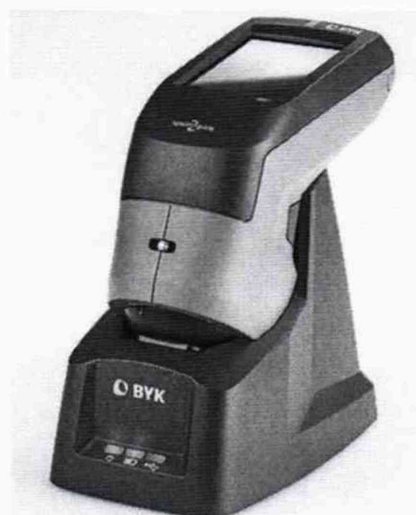

Рисунок 1 - Спектрофотометр, вставленный в док-станцию.
8.2.1. Поместите спектрофотометр в док-станцию (рисунок 1), калибровка прибора выполнится автоматически, при помощи встроенного в док-станцию калибровочного белого стандарта.
Установите спектрофотометр вертикально на центр белого калибровочного стандарта из комплекта спектрофотометра, нажмите кнопку «включение/работа» для начала измерения (рисунок 1). После проведения калибровки на экране высветится надпись «Instrument calibration valid».